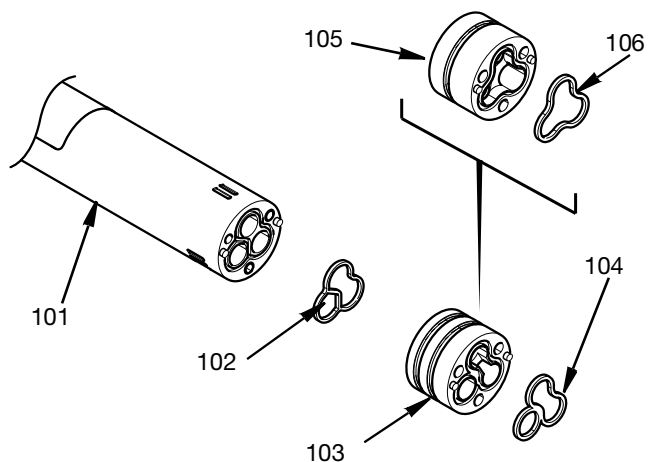

FIG. 13
5. Avlägsna vid behov den nedre materialpackningen (106) eller de två nedre materialpackningarna (104). Enmaterialadaptorn (105) eller tvåmaterialadaptorn (103) och adapterpackningen (102) kan nu tas bort. Se FIG. 13.